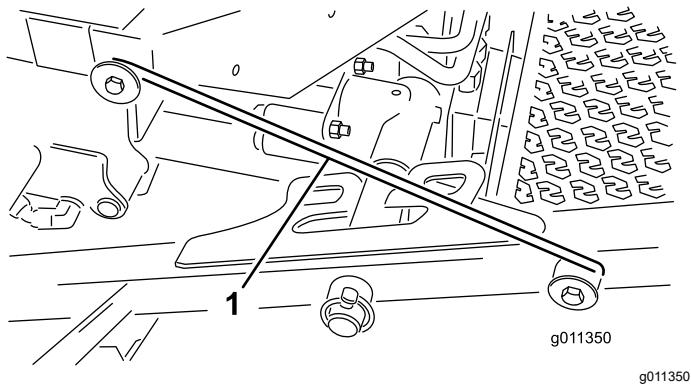

図 36
- 前のキャリアフレームリテーナからラッチのロッド図 36を外す。
5. 前カッティングデッキの外側を持ち上げ、運転台前部のフレームについているピンにラッチを掛ける図 36。